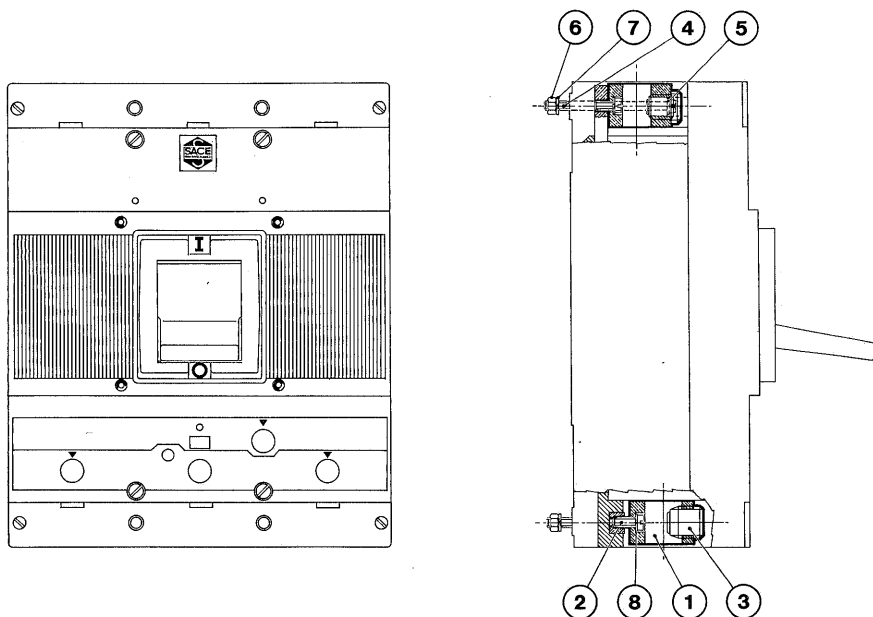

Fig. 12
7.3. Trasformazione dell'interruttore base in interruttore fisso con attacchi anteriori per cavi (fig. 12)
- b) infilare i morsetti (1) nelle apposite sedi fissandoli agli attacchi dell'interruttore con le viti (2) e le rosette elastiche (8) avendo cura di stringerle a fondo
- c) avvitare i grani (3) nei morsetti (1)
- d) infilare nei loro fori le 4 viti (4) con le rosette piane (5) e posteriormente avvitare i dadi (6) con le rosette elastiche (7)